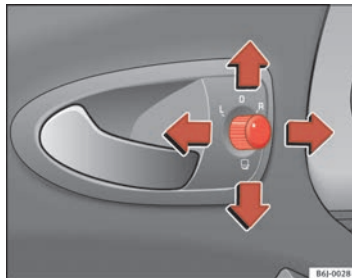

Fig. 65 Regolazione degli specchi retrovisori esterni
1. In primo luogo, ruotare la manopola ⇒ fig. 65 portandola nella posizione **L (specchietto esterno sinistro)**.
- Per far ripiegare su se stessi gli specchietti esterni si deve ruotare la manopola ⇒ pag. 110, fig. 65 portandola nella posizione . Si consiglia di richiudere sempre gli specchietti esterni quando si porta il veicolo all'autolavaggio, altrimenti potrebbero danneggiarsi.